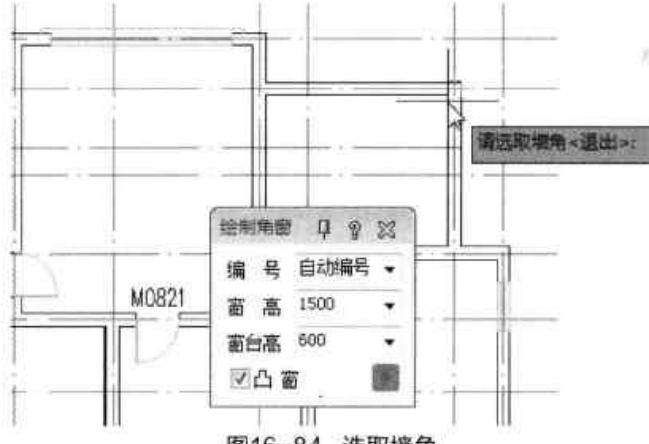

图16-84 选取墙角
**Step 20** 执行“门窗 > 转角窗”命令，根据命令行提示，选取所需墙角，如图 16-84 所示。